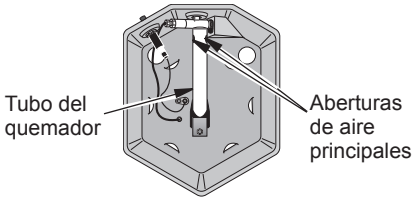

Figura 4. Vista de la parte inferior del calentador
Para revisar que la llama del quemador sea la apropiada, mire a través de los orificios de ventilación en la parte superior del calentador para ver la llama del quemador. La llama del quemador debe estar azul en su mayoría, con coloraciones amarillas en las puntas. Si la llama del quemador está amarilla en su mayoría, es posible que las aberturas principales en el tubo del quemador bajo la base del calentador estén bloqueadas (consulte la figura 4, página 6).
2. Vuelque el calentador para situar las aberturas principales de aire en el tubo del quemador (consulte la figura 4). Retire los residuos que estén bloqueando las aberturas principales de aire.